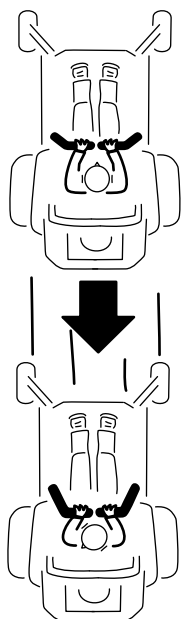

Figura 23
2. Per fare marcia indietro tirate lentamente indietro le leve di controllo del movimento (Figura 23).